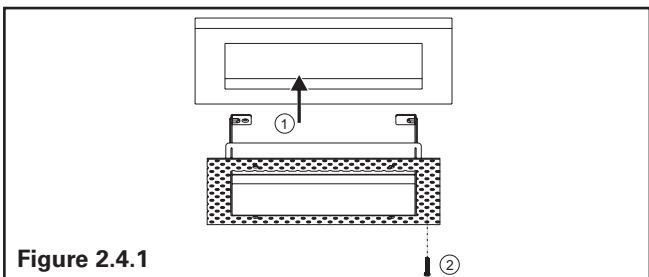

Figure 2.4.1
3. Insert trim assembly through cut-out and fix it to ceiling using #8 screws provided in poly bag. (Figure 2.4.1)
3. Insérez l'ensemble de garniture dans la découpe et fixez-le au plafond à l'aide des vis n° 8 fournies dans le sac en polyéthylène (Figure 2.4.1).